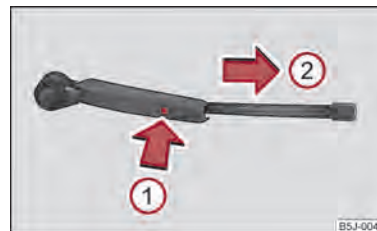

Fig. 35 Escobilla del limpialunetas
- Abata el brazo de la escobilla separándolo del parabrisas y coloque la escobilla en posición perpendicular al brazo ⇒ fig. 35.
- Con la otra mano, desenchave el seguro ① y extraiga la escobilla en el sentido de la flecha ②.